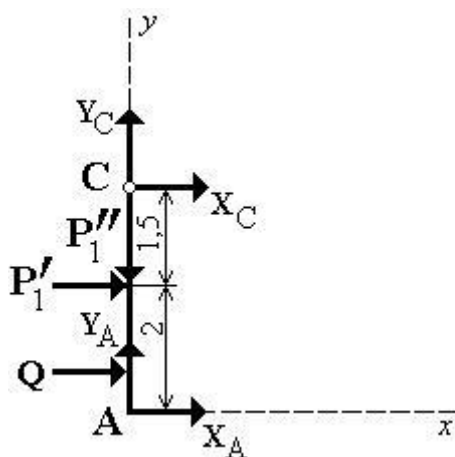
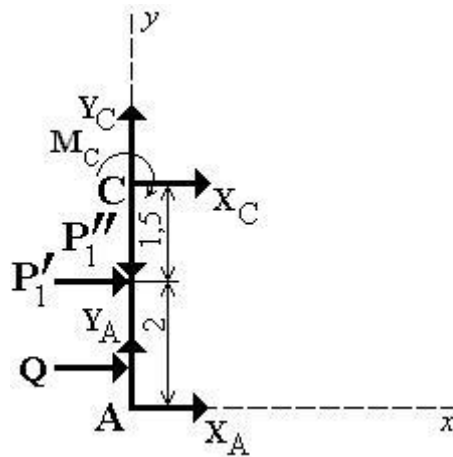

Рис. 12
Рис. 14
Второе уравнение с неизвестными X_A и Y_A получим, рассмотрев систему уравнивающихся сил, приложенных к части конструкции, расположенной левее шарнира C (рис. 12):
Системы сил, показанные на рис. 12 и 13, ничем друг от друга не отличаются. Поэтому уравнение (2) остается в силе. Для получения второго уравнения рассмотрим систему уравнивающих сил, приложенных к части конструкции, расположенной левее скользящей заделки С (рис. 14).